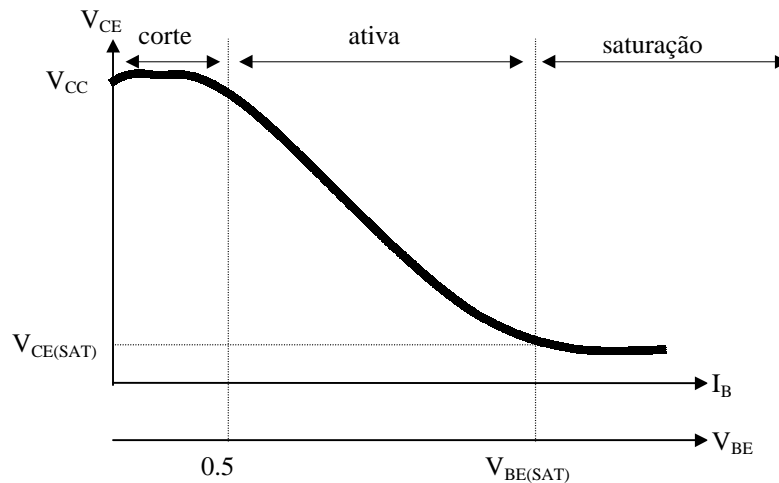

Figura 4.3 : Característica de transferência do transistor.
Existem três regiões de operação para o transistor : corte (B), saturação (A) e região ativa (C). Na região de corte, o transistor está desligado ou a corrente  $I_B$  não é grande o suficiente para ligá-lo e as junções estão reversamente polarizadas. Na região ativa, o transistor funciona como um amplificador onde  $I_C$  é amplificada pelo ganho de corrente  $\beta$  e a diminuição da queda  $V_{CE}$ . A junção coletor-base está reversamente polarizada e a junção base-emissor, diretamente polarizada. Na região de saturação, a corrente de base  $I_B$  é suficientemente grande, fazendo com que a tensão  $V_{CE}$  seja muito baixa. Assim, o transistor opera como chave. Ambas as junções estão diretamente polarizadas. A curva mostrada na figura 4.3 dá a característica de transferência  $V_{CE} \times I_B$ .